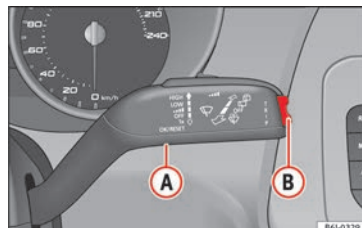

Fig. 74 Palanca del limpiacristales: tecla A y tecla basculante B.
- Con el encendido conectado, pulse brevemente la tecla » fig. 74 A de la palanca »
En el indicador multifunción (MFA) puede consultar los siguientes datos accionando la tecla basculante **» fig. 74 B** de la palanca del limpiacristales:
Cuando circule a la velocidad deseada, entre en el menú modo “Aviso velocidad” y presione la tecla » fig. 74 A (RESET). La velocidad indicada queda memorizada. Si en algún momento sobrepasa la velocidad indicada, aparece un aviso de texto en la pantalla y suena una señal acústica.¹⁾
Se puede desactivar pulsando la tecla (RESET). La velocidad se puede cambiar con la tecla basculante » fig. 74 B en intervalos de 5 km/h, dentro de los 5 segundos siguientes a la memorización inicial.